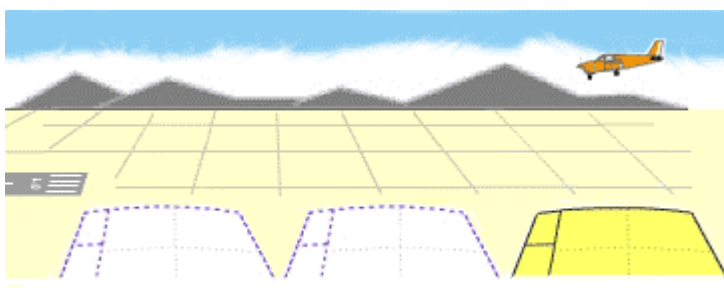

Fig.6.2.4 - Referencia para viraje a base.
- Al llegar al punto que considere apropiado, en función de la velocidad que lleve y dependiendo de si le precede o no algún avión, realice un viraje suave hacia el tramo base. Una regla bastante utilizada en circuitos realizados a 1000 pies AGL es comenzar el viraje cuando el umbral de la pista quede por detrás unos dos planos de ala aproximadamente o poco más (fig.6.2.4).